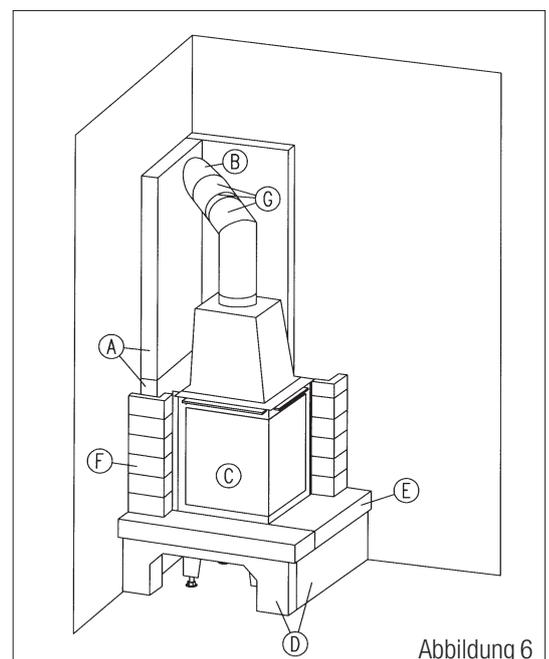

Abbildung 6
8.3 Stecken Sie Bogen und Rauchrohr zusammen und dichten Sie den Rauchrohrbogen mit Kesselkitt (gut durchrühren) an dem Rauchgasstutzen ein. Legen Sie dazu eine dünne Schicht Kesselkitt um den Stutzen. Auch alle Rauchrohrverbindungen untereinander und die Segmente der Rauchrohrbögen werden mit Kesselkitt abgedichtet. (Abb. 6)